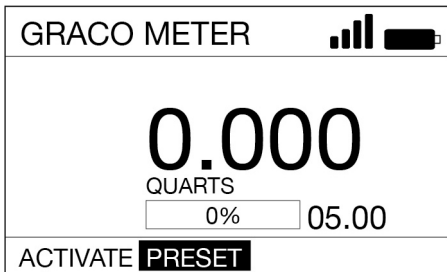

FIG. 32
3. Utilice la FLECHA DERECHA para resaltar PRESET (H) en la pantalla. Pulse el botón INTRO para seleccionar PRESET FIG. 32).
5. ACTIVATE (D) se resalta en la pantalla. Pulse el botón INTRO para seleccionar ACTIVATE.
6. Apriete el gatillo para dispensar fluido. (La pantalla (E) muestra el volumen dispensado).